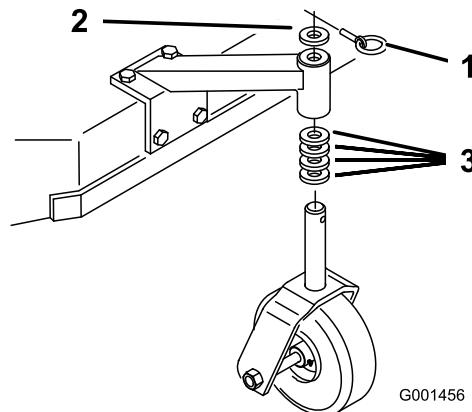

Figure 21
- En vous reportant à la Tableau des hauteurs de coupe \(page 25\), ajustez les entretoises des roues pivotantes en fonction du trou de réglage de l'essieu sélectionné (Figure 21).
2. Retirez la goupille de verrouillage, sortez la roue pivotante de son support et changez les entretoises (Figure 21).
3. Mettez la roue pivotante en place dans le support et insérez la goupille de verrouillage (Figure 21).